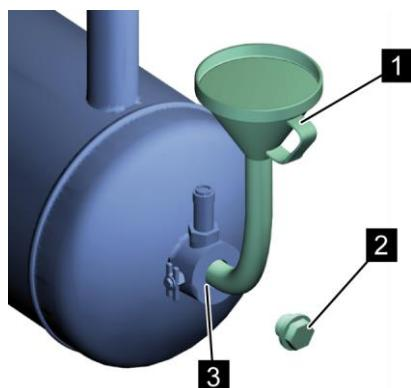

Рис. 33: Заливной штуцер (винтовой компрессор с частотным преобразователем)
6. При помощи воронки (Рис. 33/1) залейте охлаждающую жидкость до заливной кромки заливного штуцера (Рис. 33/3).
8. Вставьте резьбовую пробку наливного отверстия (Рис. 33/2) и затяните ее *Приложение В «Моменты затяжки винтов» на странице 119*.